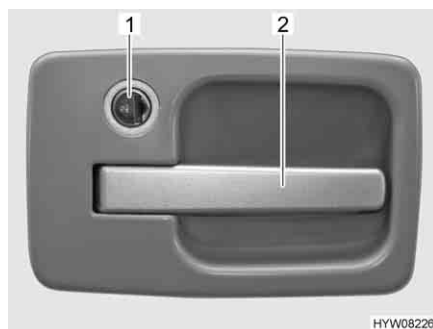

Bild 29 Dörrlås ingångsdörr, utsida
- Stick in nyckeln i låscylindern (Bild 29,1) och vrid till symbolen "☞". Dörrlåset är upplåst.
- Drag i dörrhandtaget (Bild 29,2). Dörren är öppen.
- Stick in nyckeln i låscylindern (Bild 29,1) och vrid till symbolen "🔒". Dörrlåset är låst.